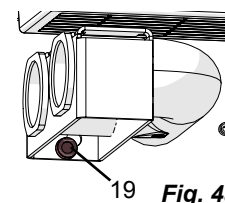

Fig. 4a
- ⇒ Dévisser la vis moletée (19, Fig. 4a).
- ⇒ Bloquer le support à l'aide de la vis moletée (19, Fig. 4a).